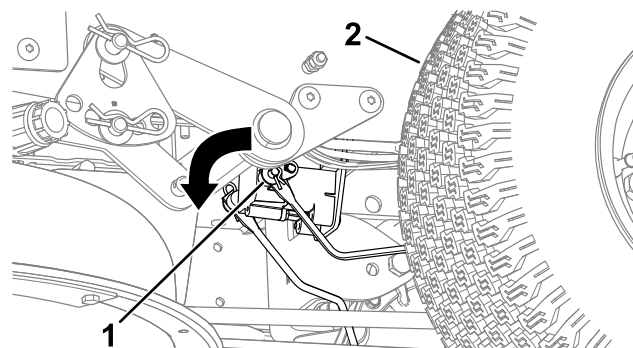

Bild 51
3. Finden Sie die Welle an der elektrischen Bremse, an der die Bremsgestängearme angeschlossen sind (**Bild 51**).